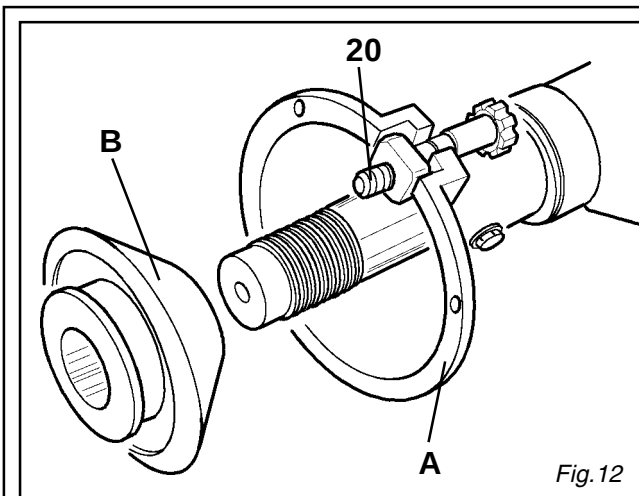

Fig. 12
Per bloccare cerchi con queste caratteristiche si usa la flangia fissa (A) abbinata al cono piccolo (B). (Fig. 12)
To lock these rims, use fixed flange (A) together with small cone (B) (Fig.12)
Pour bloquer toute jante ayant ces caractéristiques il faut utiliser la bride fixe (A) accouplée au petit cône (B) (fig. 12)
Zur Einspannung dieser Felgen soll man den Festflansch (A) zusammen mit kleinem Kegel (B) verwenden (Abb.12)